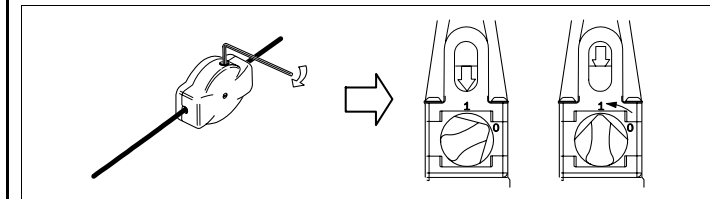

Abb. 4: Justage der Seilspannung
- Seilspannfeder anziehen und mit Hilfe der Stellungsanzeige auf erforderliche Seilspannung achten (siehe Abb. 4).